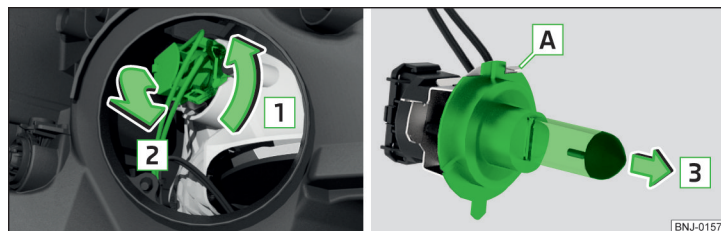

Fig. 302 Înlocuirea becului pentru faza scurtă
- › Rotiți conectorul, împreună cu becul cu incandescentă, în sensul săgeții **1** » fig. 302.